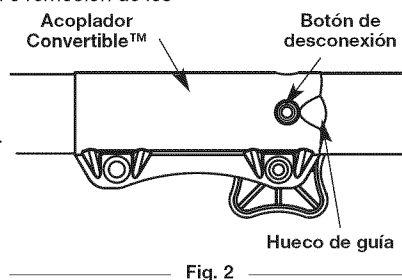
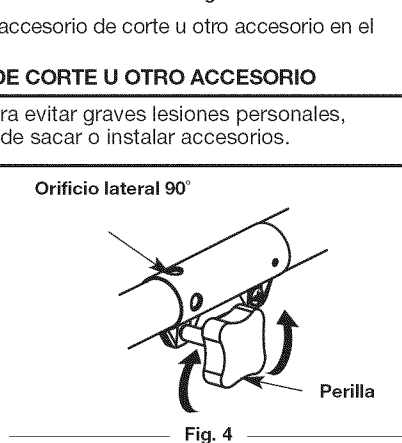

Fig. 2
Fig. 4
**PRECAUCIÓN:** Antes de operar esta unidad, cerciórese de que el botón de liberación esté completamente encajado en el orificio principal (Fig. 2) y de que la perilla de ajuste (Fig. 4) esté firmemente apretada.
1. Gire la perilla en sentido antihorario para aflojarla (Fig. 4).
**NOTA:** La alineación del botón de desconexión con el hueco de guía facilitará la instalación (Fig. 2).
3. Gire la perilla en sentido horario para ajustarla (Fig. 4).
2. Opima y sostenga el botón de desconexión (Fig. 2).